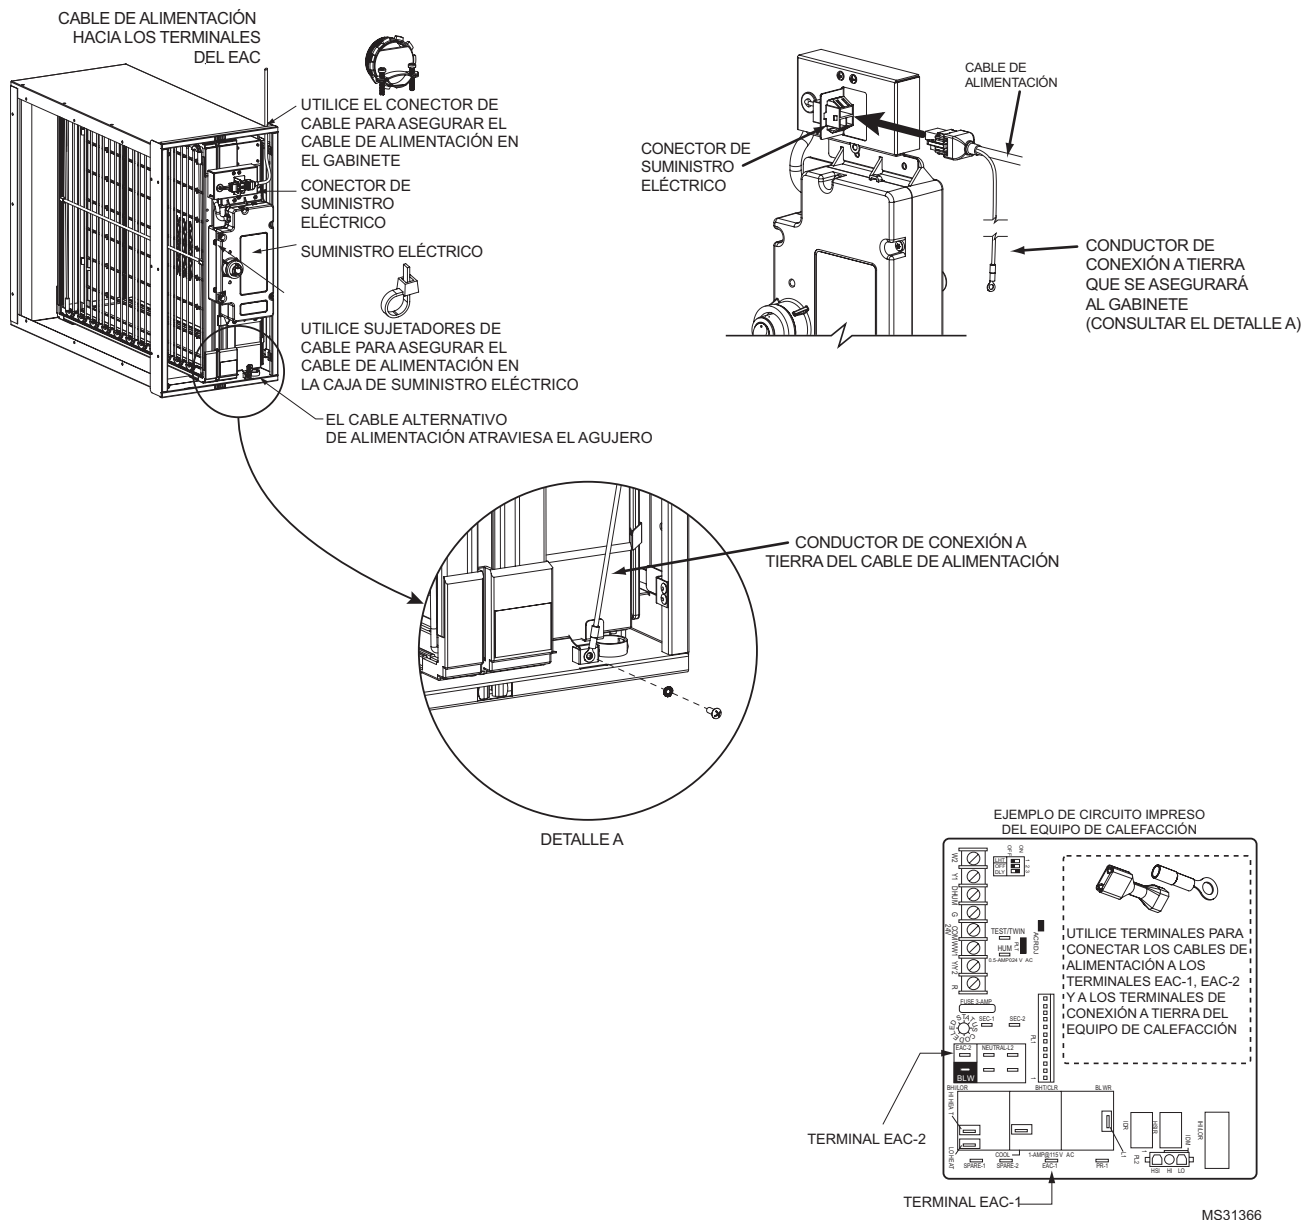

Fig. 15. Conexiones eléctricas.
- Enchufe el cable de alimentación en el conector de suministro eléctrico (ver Fig. 15).
- Con el tornillo incluido en el terminal de conexión a tierra, asegure el conductor de conexión a tierra del cable de alimentación al terminal de conexión a tierra en el gabinete (ver Fig. 15).
Modelos FH8000F: desconecte el cable de alimentación del módulo de mejoramiento (ver Fig. 15 en la página 17).
- Modelos FH8000F:** vuelva a conectar el cable de alimentación (ver Fig. 15 en la página 17).